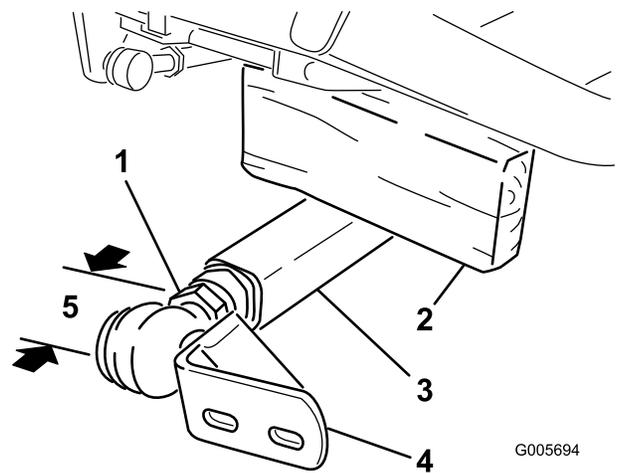

図6
4. その間に、プッシュアーム上部とフレームとの間に 51 x 102mm 程度の角材をはさみ込む 図6。
5. 左側プッシュアームにボールジョイントを取り付け、ボールジョイントの中央とプッシュアームの先端との距離が 60mm になるまでねじ込む 図6。